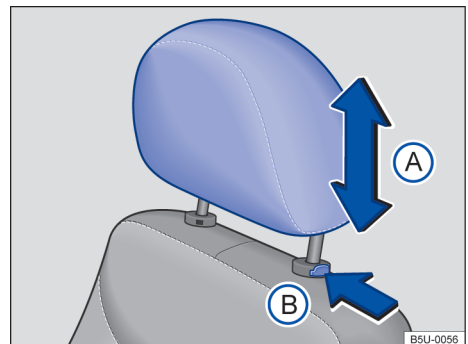

Fig. 66 Apoio para cabeça dianteiro: ajustar.
- Empurrar o apoio para cabeça para cima ou para baixo na direção da seta → **Fig. 66**  →  em *Introdução ao tema* na página 77.